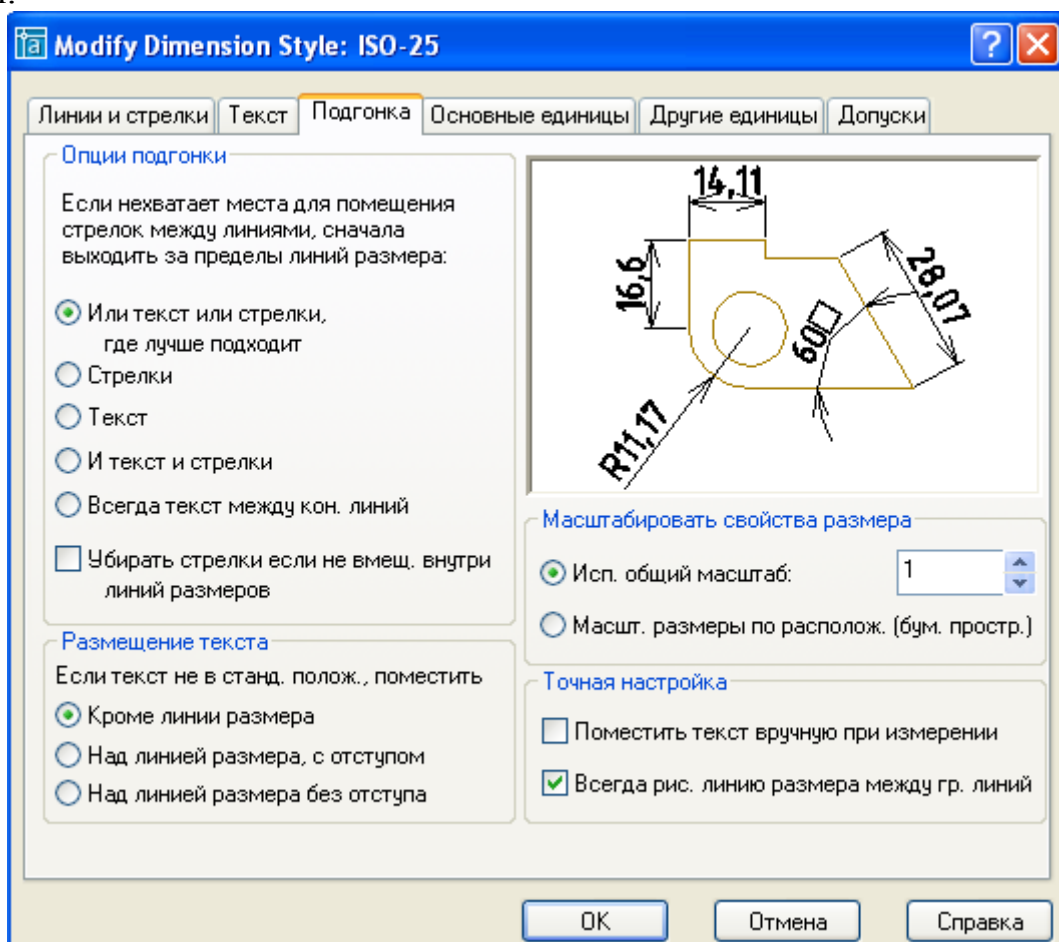

Рис. 39. Диалоговое окно Подгонка
9. В открывшемся диалоговом окне (Рис. 39) **Подгонка** выбрать опции подгонки.